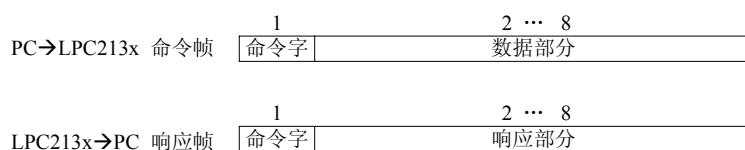

图 1.12 PC 机发送的命令帧与 LPC2103 的响应帧
- (1) 定义 LPC2103 的 UART0 接收触发中断深度为 8 个字节，并定义 8 个字节为一帧，数据的传输以帧为单位，PC 机发送的帧称为命令帧，LPC2103 发送的帧称为响应帧。
- (2) PC 机发送的每一帧的第 1 个字节为命令字，2 ~ 8 个字节为数据部分，如图 1.12 所示。
- (3) LPC2103 每收到 PC 机的一个帧，根据命令字进行相应的处理（如读卡），然后将处理结果打包成一帧发回 PC 机，帧头为 LPC2103 收到的命令字，2 ~ 8 字节为响